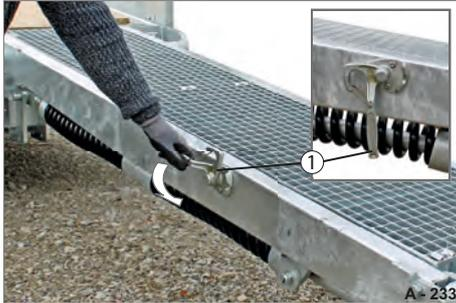

Abb. 97 Drehhebel-Verschluss umdrehen
- ▶ Drehhebel-Verschluss (Abb. 97/1) nach unten drehen, in die senkrechte Position.